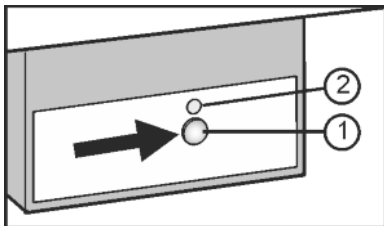

Fig. 22
- Appuyer sur la touche On/Off Fig. 22 (1) afin que la DEL Fig. 22 (2) s'allume.